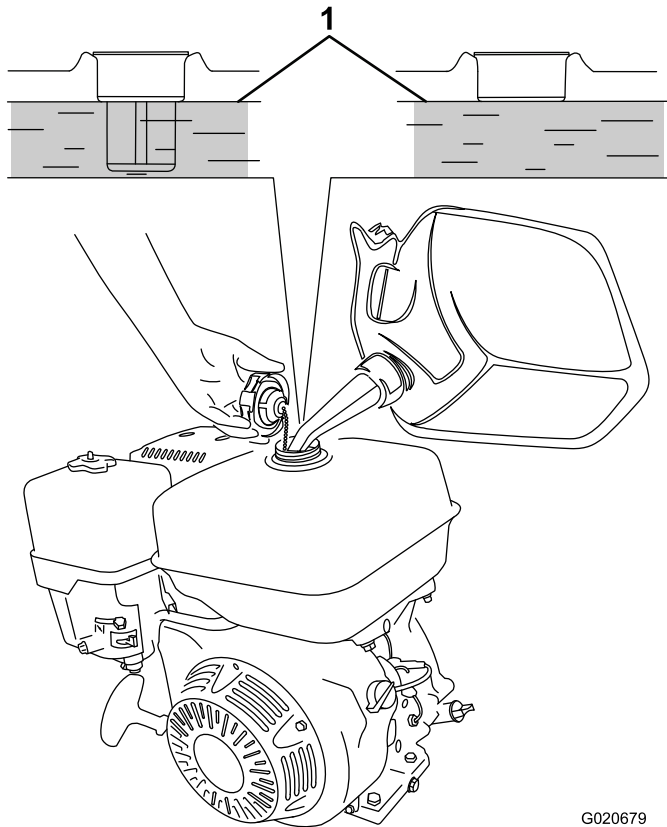

Figura 12
3. Limpie alrededor del tapón del depósito de combustible y retírelo (Figura 12).
4. Añada gasolina sin plomo al depósito de combustible hasta que el nivel llegue al borde inferior del nivel máximo de combustible (Figura 12).